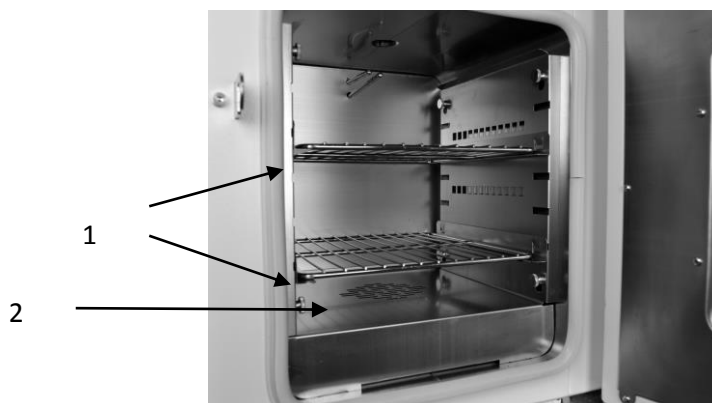

Рис. 4. Шкаф сушильный. Рабочая камера.
За дверцами располагается рабочая камера шкафа (см. рис. 4), оборудованная нагревателями и направляющими для полок (1). Нижняя стенка рабочей камеры имеет вентиляционные отверстия (2), через которые горячий воздух при помощи вентилятора распределяется равномерно по объему камеры.